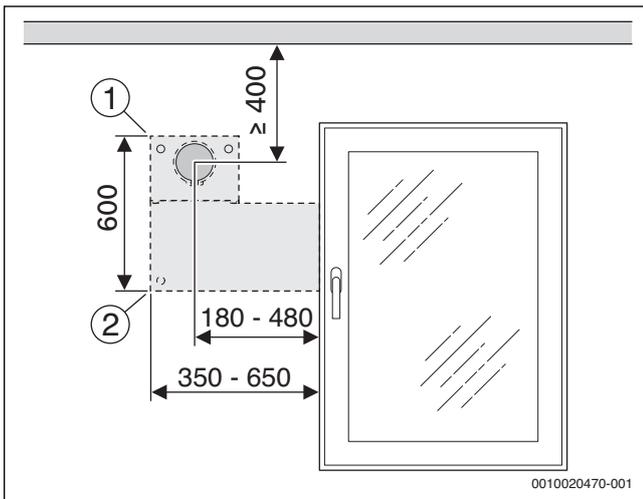
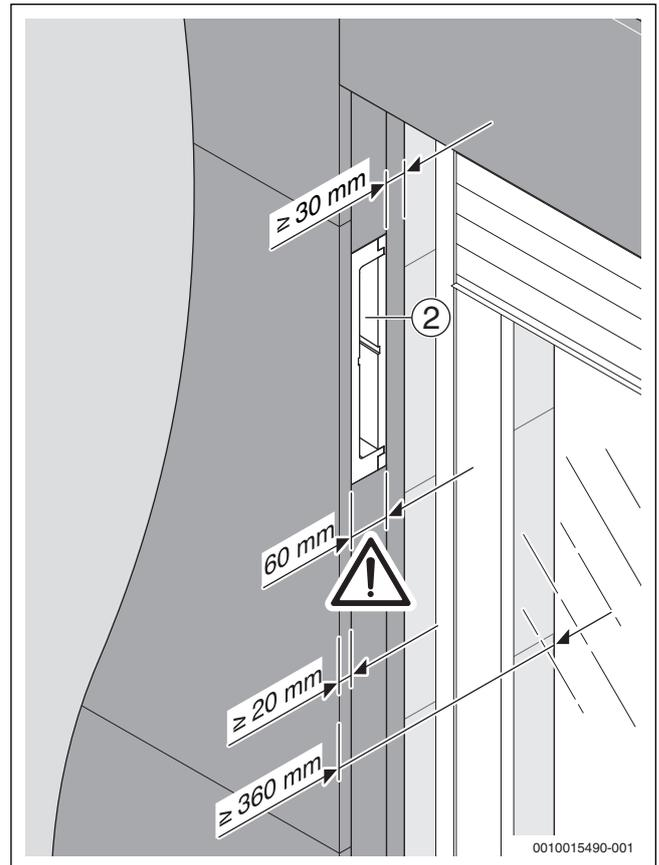

Bild 23 Abmessungen mit Laibungselement
Bild 24 Abmessungen mit Laibungselement
**Legende zu Bild 23 und Bild 24:**